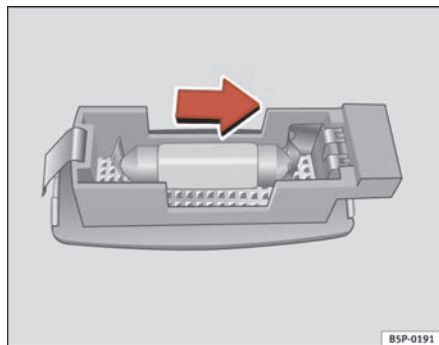

Fig. 203 Desmontaje luz del parabol
- Retire la luz con cuidado, utilizando el destornillador por su parte plana, tal como indica la figura. ⇒ fig. 203.
- Retire la lámpara, moviéndola en el sentido de la flecha y hacia afuera. ⇒ fig. 203 ■